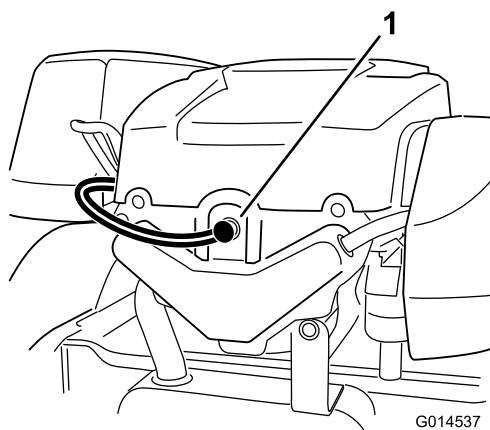

Figure 34
2. Débranchez le fil de la bougie (Figure 34). Nettoyez la surface autour de la bougie pour éviter que des impuretés n'endommagent le moteur en tombant à l'intérieur.
3. Rebranchez le fil à la bougie (Figure 34).